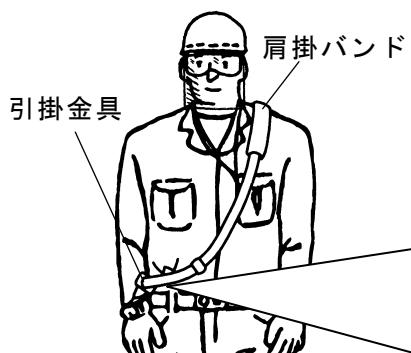

図.1
- ① 肩掛けバンドは消耗品です。切れ、ほつれ、損傷等が無いことを確認し、図.1 のように装着してください。